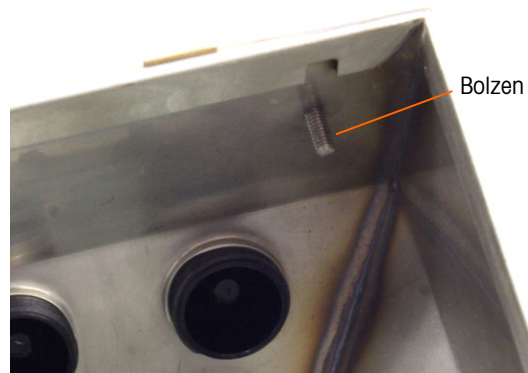

Abbildung 2-10: Bolzen zum Anbringen der umgekehrten Frontplatte
4. Drehen Sie die Rückseite des Gehäuses um 180 Grad drehen und die beiden Erdungsbänder mit den zwei Muttern, die im vorherigen Schritt ausgebaut wurden, wieder an den beiden Bolzen neben den Kabeltüllen befestigen. In Abbildung 2-10 ist einer der beiden Bolzen dargestellt. Die zwei Muttern festziehen.